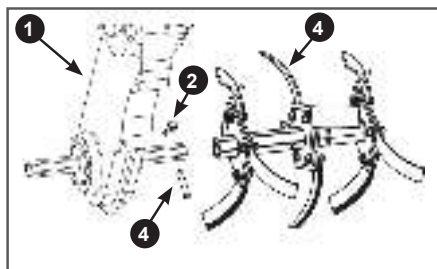

Рис. 19 Установка правой фрезы на вал редуктора
7. Установите фрезу 3 в сборе на выходной вал редуктора 1, совместите отверстия в вале и оси фрезы и вставьте палец 4. Зафиксируйте палец шплинтом 2 (Рис. 19).